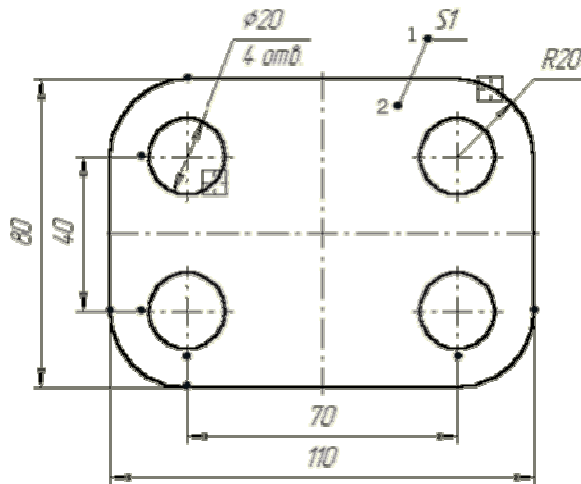

Рис. 1.18.
23. Закінчіть оформлення креслення, проставивши в ньому необхідні розміри. На рис. 1.18 курсором помічені об'єкти для виставлення розмірів шляхом вказівки базових об'єктів. Точками помічені розміри, які потрібно побудувати вказівкою базових точок.
25. У відповідь на запит системи **Вкажіть точку початку полиці** клацніть в точці 1 (рис. 1.18) — з вказівки саме цієї точки починається побудова лінії винесення.
відгалуження клацніть в точці 2 (рис. 1.18).